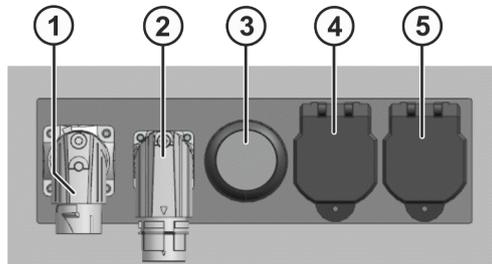

图 13-1: 接口接线面板（选件）
- 6 接口接线面板 (机器人控制器隔层的高度) (>>> 图 13-1)